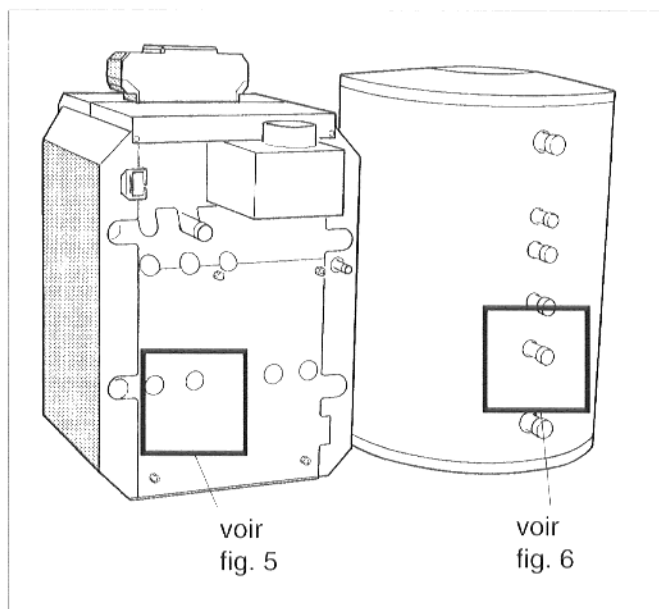

Fig. 4 : vue arrière avant montage
- Retirer le bouchon de protection du retour préparateur de la chaudière (fig. 4 et 5).
- Dévisser le bouchon du T (étendue de livraison de la chaudière), placer le joint plat dans l'écrou-raccord du T et visser le T au retour préparateur de la chaudière (fig. 4 et 5).
- Placer le joint plat dans l'écrou-raccord de l'un des coudes et visser le coude au T (fig. 4 et 5).
- Placer le joint plat dans l'écrou-raccord de l'un des tuyaux en métal ondulé, mettre le tuyau en métal ondulé en forme et le visser au coude (fig. 4 et 5).
- Placer le joint plat dans l'écrou-raccord de l'un des coudes et visser le coude au retour préparateur (fig. 4 et 6).
- Placer le joint plat dans le deuxième écrou-raccord du tuyau en métal ondulé et visser le tuyau en métal ondulé au coude (fig. 4 et 6).